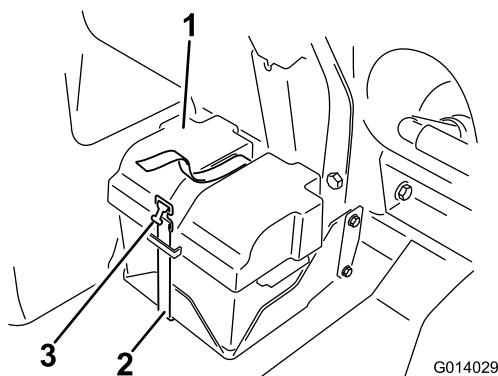
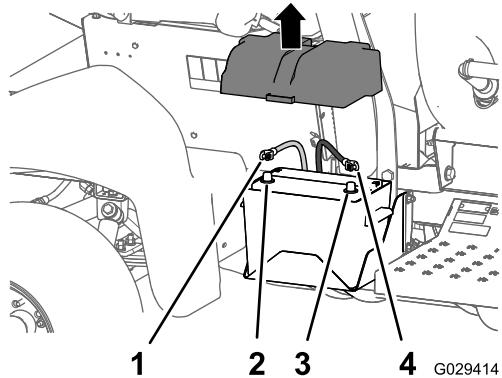

図 1
図 2
1. バッテリーについているカバーを外し、バッテリーのマイナス黒端子からケーブルを外す **図1** と **図2**。
2. バッテリー端子からプラス赤ケーブルを外す **図 2。**